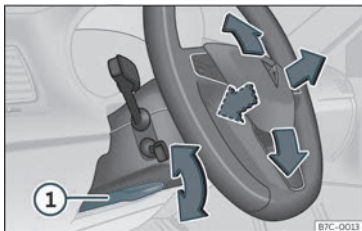

Fig. 4 Palanca a la part inferior del lateral esquerre de la columna de direcció.
• Estireu la palanca »» **fig. 4 1** cap a baix, moveu el volant fins a la posició desitjada i torneu a pujar la palanca fins al punt de tancament.
• Després d'ajustar la columna de la direcció, empenyeu fermament la palanca »» **fig. 4 1** cap amunt perquè el volant no canviï de posició accidentalment durant la marxa.